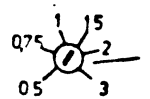

Abb. 18
5. Steilheitseinstellung für PI-Matic-W (entfällt bei PI-Matic-R) (Abb. 18)